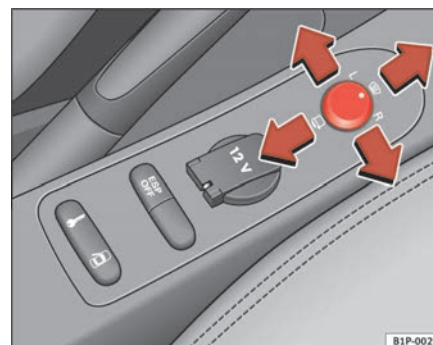

Abb. 87 Drehknopf für Außenspiegeleinstellung
1. Drehen Sie den Drehknopf ⇒ Abb. 87 in Stellung **L** (**linker Außenspiegel**).
- Drehen Sie den Drehknopf nach vorne auf die mittlere Stellung ⇒ Seite 129, Abb. 87 , damit die Heizung der Außenspiegel und die Funktion der beheizbaren Windschutzscheibe* im Bereich der Ruhestellung der Wischerblätter eingeschaltet wird. ⇒ Seite 125
- Drehen Sie den Drehknopf ⇒ Seite 129, Abb. 87 in Stellung , um die Außenspiegel anzuklappen. Sie sollten die Außenspiegel immer anklappen, wenn Sie eine automatische Waschanlage durchfahren, um Beschädigungen zu vermeiden.